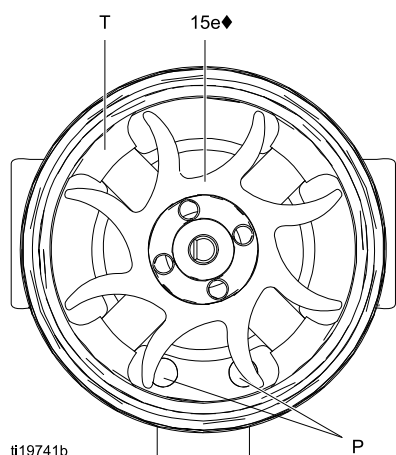
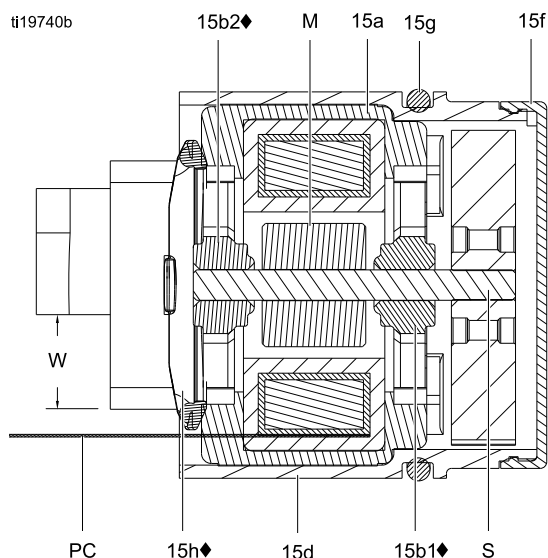

Figure 34 Orientacja wentylatora
Figure 35 Przekrój alternatora
12. Przytrzymać zespół cewki (15a) na stole roboczym końcem wentylatora skierowanym w górę. Wcisnąć wentylator (15e♦) na długi koniec wałka (S). Łopatki wentylatora muszą być ustawione w sposób przedstawiony na rysunku.
13. Ostrożnie wcisnąć zespół cewki (15a) na przednią część obudowy (15d♦). Złącze 3-przewodowe (PC) musi znajdować się poniżej szerszej szczeliny (W) uszek obudowy w sposób przedstawiony na rys. 35. Upewnić się, że bolce wyrównania cewki (P) są ustawione w sposób przedstawiony na rys. 34.
14. Obrócić wentylator (15e) w taki sposób, aby jego łopatki odsłaniały cztery uszka łożyska (T) w tylnej części obudowy. Upewnić się, że łopatki łożyska dolnego (15b1♦) są wyrównane z uszkami.